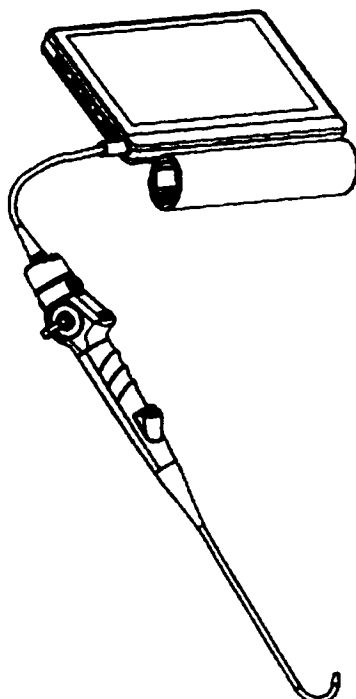

Рис. 3.10 Подключение VS100 к эндоскопу
3. Поместите соединительный кабель сверху вниз над рукояткой эндоскопа. Совместите черные метки на соединительном кабеле с черными метками на рукоятке эндоскопа и поверните справа налево, осторожно прижав, и услышите «щелчок», как показано на рис. 3.10: